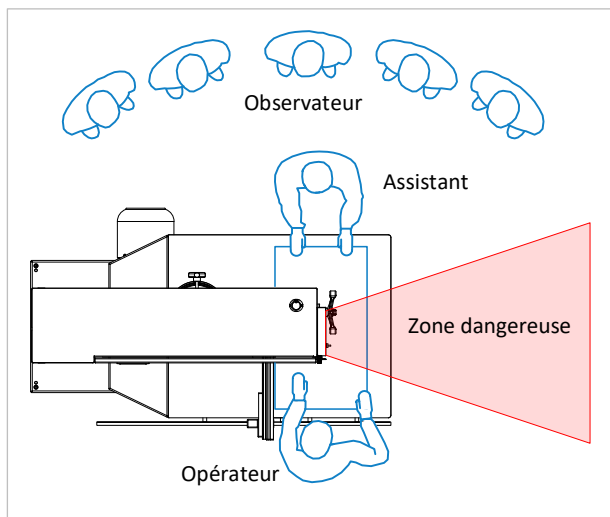

Figure 3 : zone dangereuse autour de la machine
- ⚠ **Comportement en cas de rupture du ruban** : Éteindre la machine (ou appuyer sur l'arrêt d'urgence en option) et attendre impérativement l'arrêt complet de toutes les roues de la bande avant de prendre d'autres mesures. Seule la roue inférieure est freinée ! Dans la zone dangereuse à côté de la machine (voir ⇨ Figure 3), il y a danger de mort en cas de rupture du ruban !